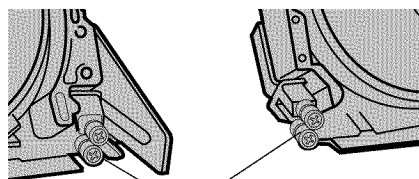

FIG. 4
5. Examiner les guides de la lame (fig. 4) et en retirer tout gros copeau qui peut s'y être logé. De tels copeaux peuvent empêcher la rotation des rouleaux des guides et occasionner la formation de zones planes sur les rouleaux.